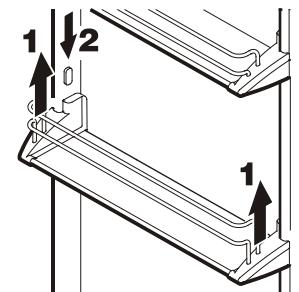

Figure 8
### Repositionnement des balconnets de porte - Figure 8
- Retirer les balconnets de porte comme à la **Figure 8, 9.**